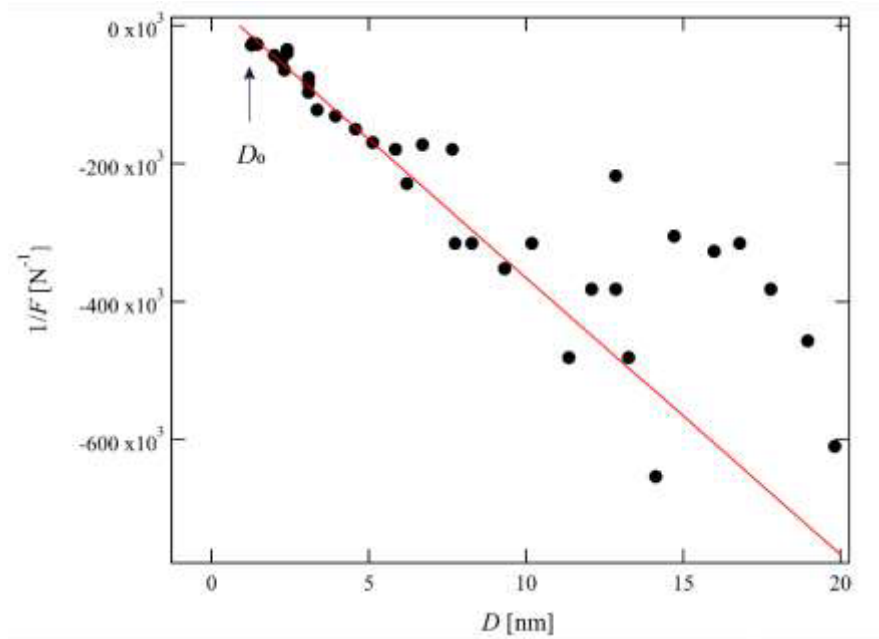

Figure 15 : Inverse de la force F exercée sur le plan (exprimée en N) en fonction de la distance sphère-plan D (en nm). Données de la figure 14.
53. Sur la figure 15, on a tracé $1/F$ en fonction de D à partir des données de la figure 14. Interpréter la dispersion des données à grande distance. Expliquer en quoi cette représentation est compatible avec les résultats de la littérature scientifique qui prévoient que $\phi(x) \approx x$ pour $x \geq 1$. Estimer la valeur de la viscosité de l'OMCTS à partir de ces données expérimentales.
54. L'ajustement des données expérimentales n'est pas totalement compatible avec un ajustement linéaire. Il faut plutôt utiliser un modèle affine qui fait apparaître la distance D_0 définie sur la figure 15. Proposer une explication possible à cet écart.